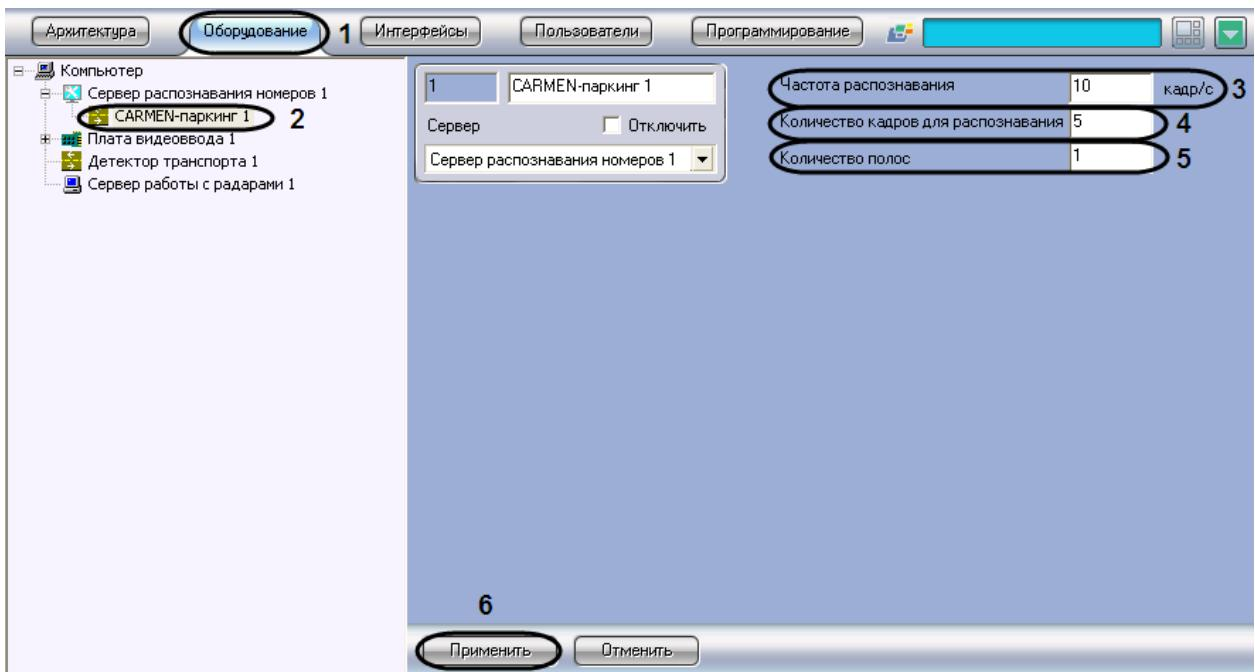

Рис. 7.2—4. Настройка программного модуля «CARMEN-паркинг»
- В дереве объектов на вкладке «Оборудование» выбрать объект «CARMEN-паркинг», соответствующий настраиваемому программному модулю «CARMEN-паркинг» (Рис. 7.2—4, 2). В правой части вкладки «Оборудование» отобразится панель настройки выбранного объекта.
3. В поле «Частота распознавания» ввести значение частоты распознавания кадра в секунду (см. Рис. 7.2—4, 3).
4. Ввести значение в поле «Количество кадров для распознавания» (см. Рис. 7.2—4, 4).
5. Ввести значение в поле «Количество полос» (см. Рис. 7.2—4, 5).